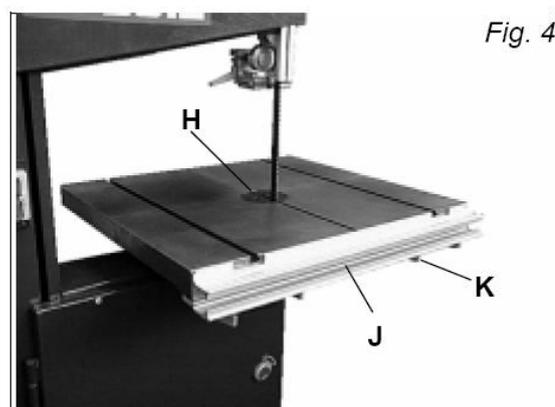
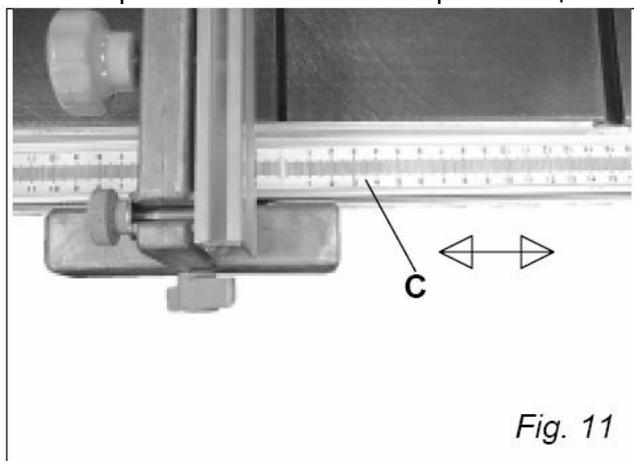

Рис. 4
Fig. 11
Чтобы установить направляющую (J), прикрепите её четырьмя винтами с шайбами (K) к переднему краю стола. Рис. 4
Чтобы отрегулировать шкалу направляющей, ослабьте четыре винта (см. К, Рис. 4) под столом и подвиньте шкалу и направляющую (С) в сторону Рис. 11. По окончании регулировки снова затяните винты